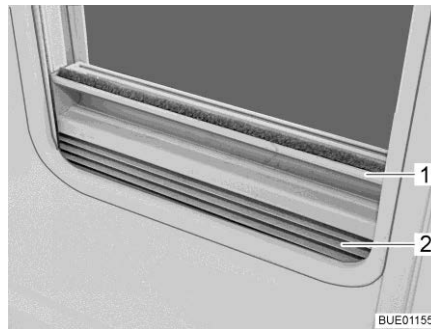

Bild 35 Plisségardin
- Ta tag i mitten på plisségardinens (Bild 35,2) list (Bild 35,1) och drag den nerifån och upp och släpp loss den vid önskad höjd. Plisségardinens stannar på denna höjd.